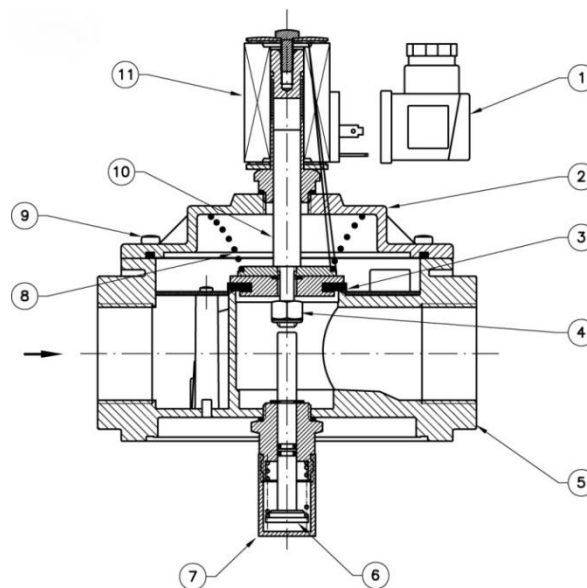

Рис. 1
Клапан (Рис. 1) состоит из: электрический коннектор (1); крышка (2); затвор (3); гайка самоконтрящаяся (4); корпус (5); стержень механизма взвода (6); колпачок стержня механизма взвода (7); пружина запирающего механизма (8); винты крепления крышки (9); подвижный сердечник (10); соленоид (11).